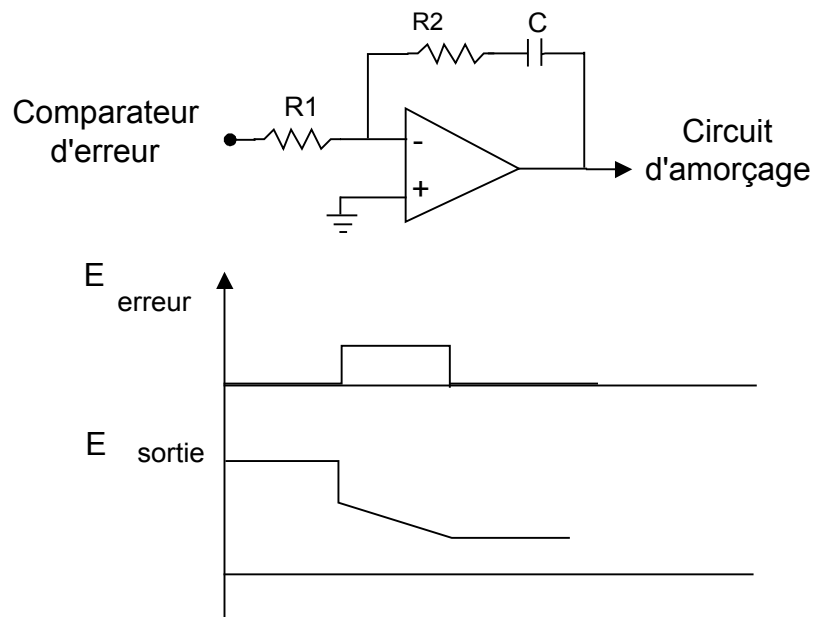

FIGURE 4-12 RÉGULATEUR PI
• **Le régulateur** (Figure 4-12)